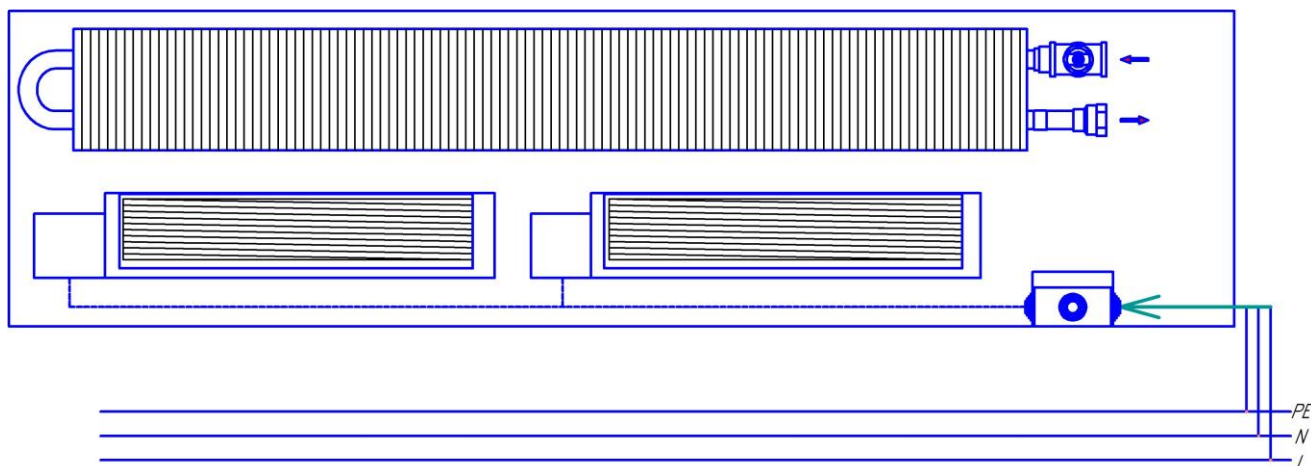

Рис. 2.
- электрические соединения производить согласно функциональной схеме, показанной на рис. 2.